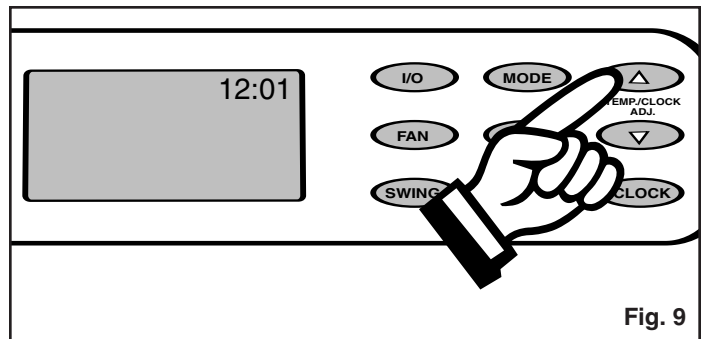

Fig. 9
- 2) Appuyez sur la touche  $\Delta$  ou  $\nabla$  pour obtenir l'heure exacte. Chaque appui sur la touche augmente ou décroît l'heure indiquée une minute à la fois. *Fig. 9.*